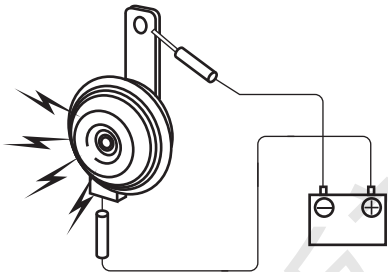

图1-54 喇叭检测方法
1) 如图1-54 所示，施加蓄电池电压并检查喇叭的工作情况。